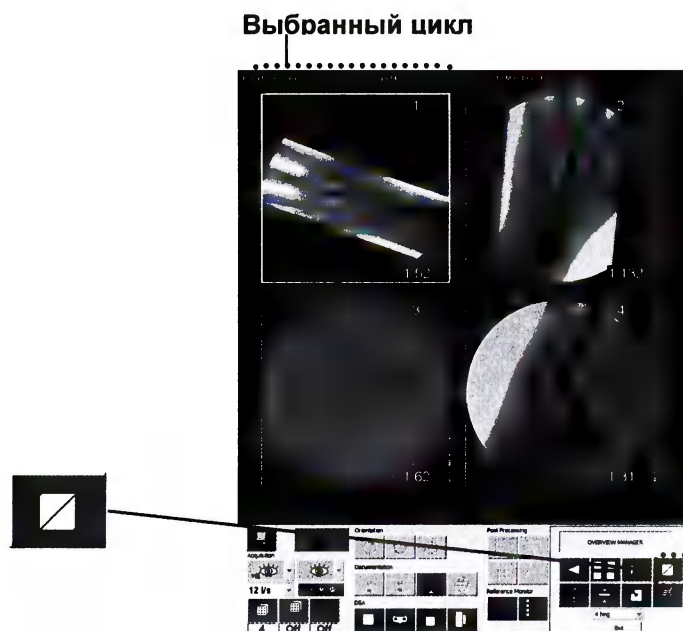

Рисунок 124
– при помощи клавиш браузера в меню просмотра выберите цикл (или изображения), который вы хотите удалить (см. рисунок 124). Ваш выбор будет указан светящимся краем или циклом изображения (изображений);